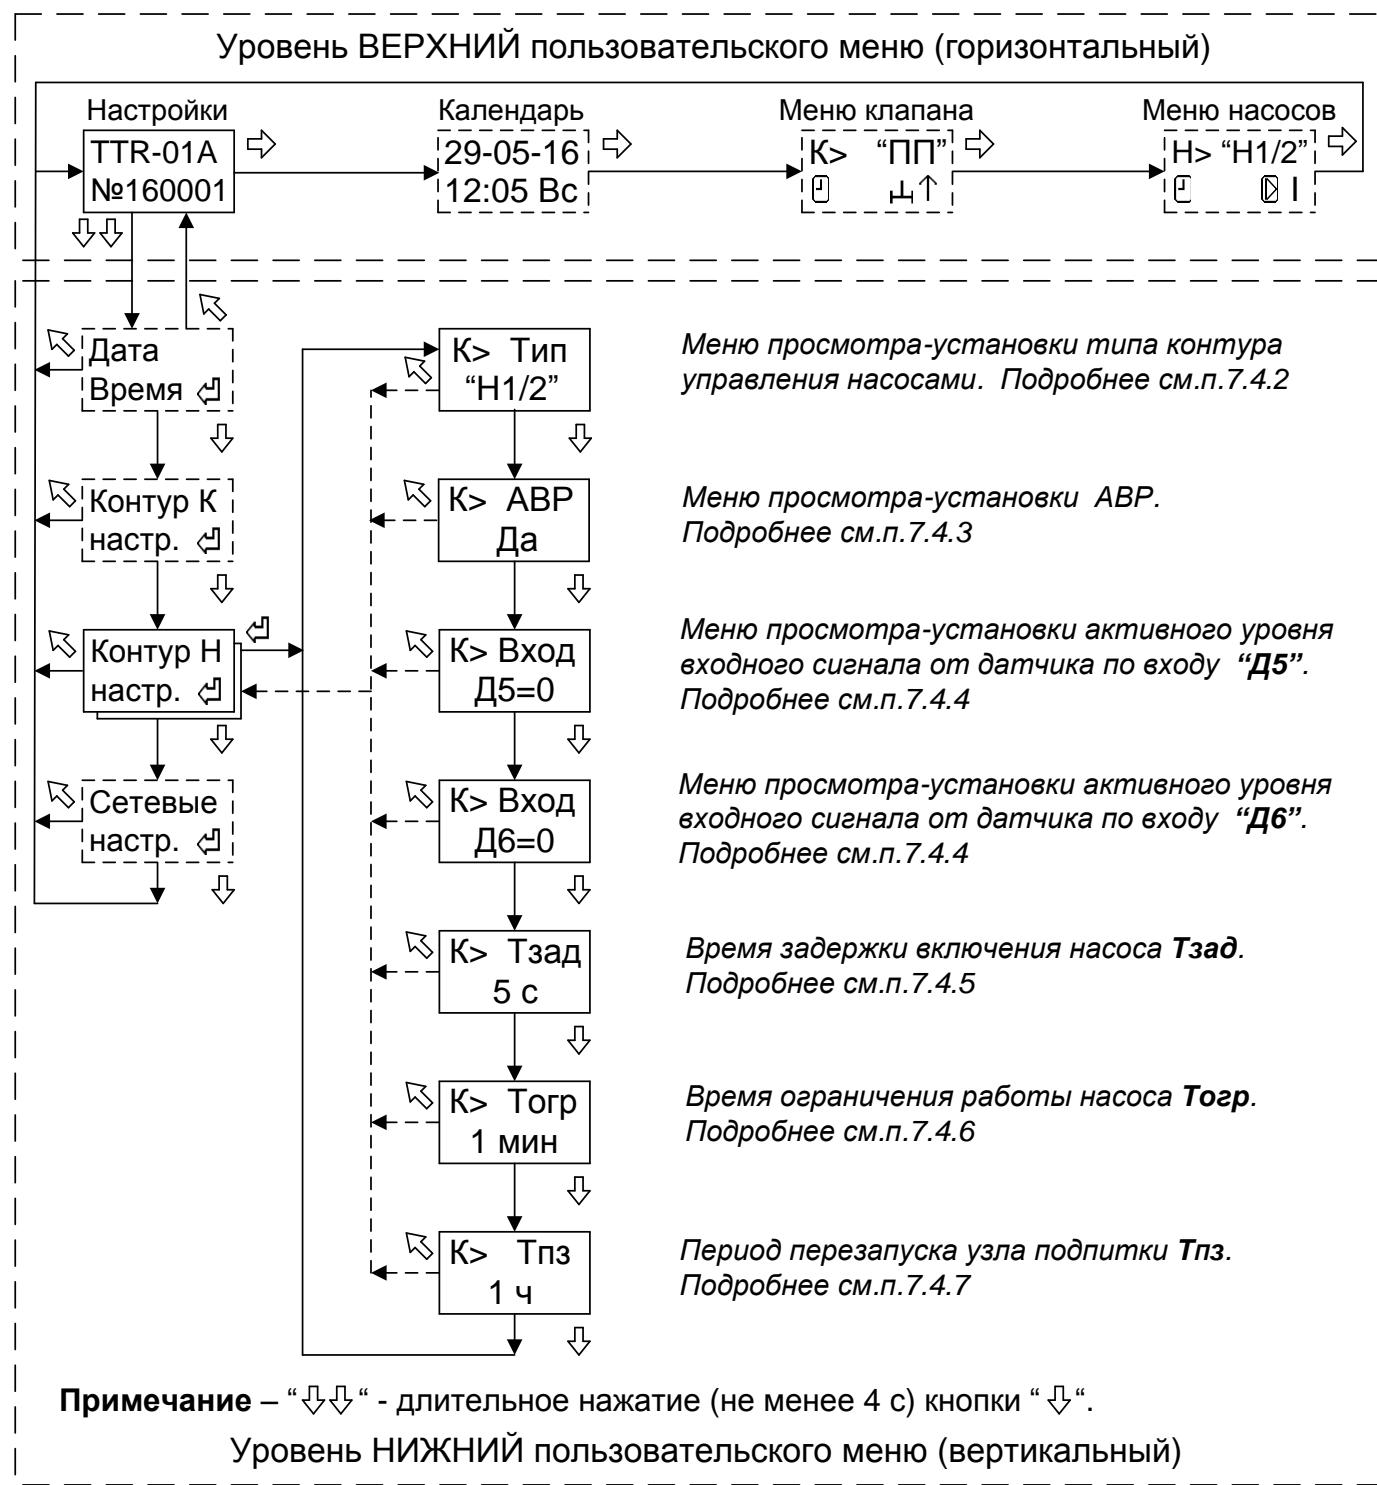

Рисунок 5 - Структура меню настройки параметров контура управления насосами.
7.4.3 Вход в меню просмотра-установки параметра **ABP** (автоматический ввод в работу резервного насоса в случае неисправности основного) производится при нажатии кнопки "↖" (см. рисунок 5). Внешний вид окна меню приведён ниже.
7.4.4 Вход в меню просмотра-установки параметра активного уровня сигнала от датчиков по входу “Д5” и “Д6” производится при нажатии кнопки “” (см. рисунок 5). Внешний вид окна меню приведён ниже.
7.4.5 Вход в меню просмотра-установки параметра времени задержки включения насоса **Тзад** производится при нажатии кнопки “” (см. рисунок.5).
7.4.6 Вход в меню просмотра-установки параметра времени ограничения работы насоса **Тогр** производится при нажатии кнопки “” (см. рисунок 5).
7.4.7 Вход в меню просмотра-установки параметра периода перезапуска узла подпитки **Тпз** производится при нажатии кнопки “” (см. рисунок 5).